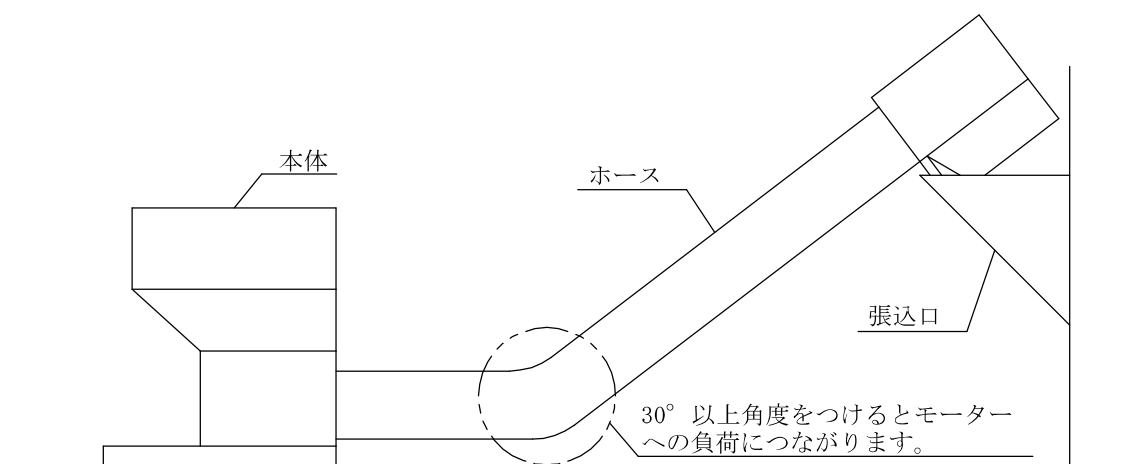

図1
- ◎ ホース使用時に、図1のようにホースの一部で急激に角度をつけると、モーターへの負荷につながり、過負荷になるおそれがあります。